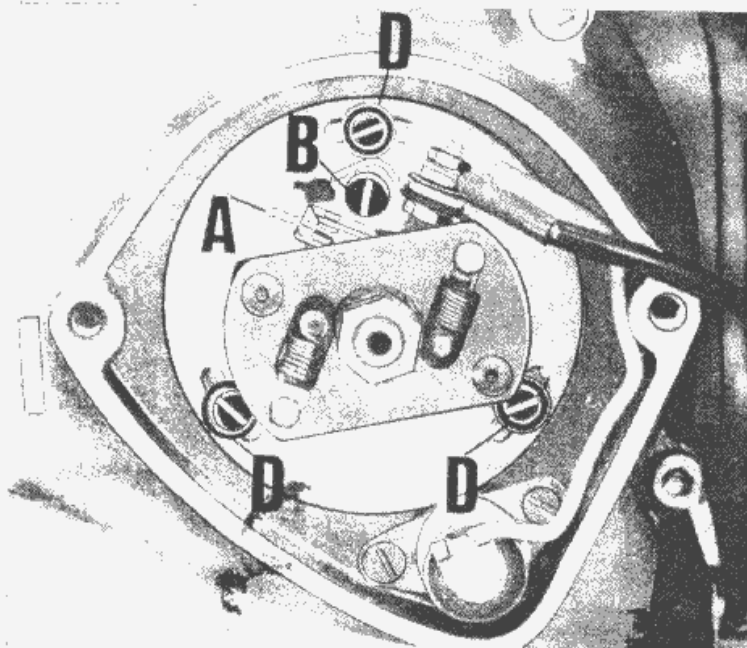

Fig. 18
(vedere fig. 18)
- Verificare l'apertura dei contatti del ruttore (A di fig. 18) deve essere di mm $0,42 \div 0,48$.
Quando i contatti del rottore iniziano l'apertura la lampada si accende, se i contatti si aprono prima o dopo il punto stabilito occorre allentare le viti (D di fig. 18), che bloccano il rottore sul coperchio trasmissione, indi ruotare il rottore a destra o a sinistra affinché i contatti iniziano l'apertura esattamente al punto stabilito.